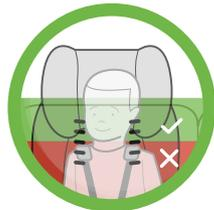

Figura 3a
- Las correas del arnés de los hombros deben pasar por las ranuras de dicho arnés y quedar a la altura o por encima, y cerca de los hombros del niño, como se muestra en la **Figura 3a**. Si los hombros